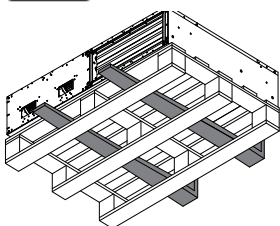

Рис. 4:
- В случае перемещения на вилочном погрузчике изделие должно опираться основанием на вилы погрузчика или на поддон, при этом центр тяжести изделия должен находиться внутри вилок (см. рис. 4).